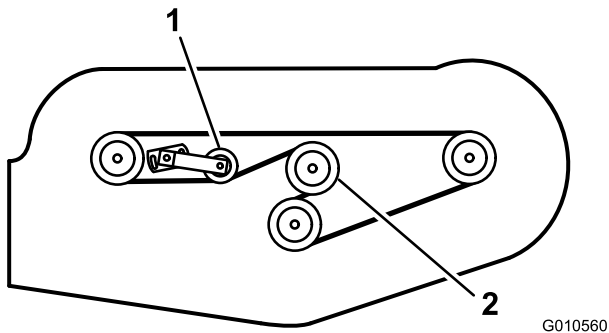

Figure 29
6. Acheminez la nouvelle courroie autour de la poulie du boîtier d'engrenages, des poulies d'axe, de la poulie de tension fixe et de la poulie de tension réglable (Figure 29).